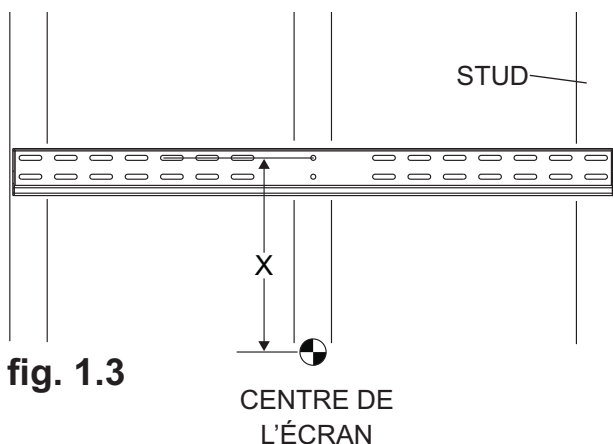

fig. 1.3
1 La plaque murale (A) peut être montée sur trois montants espacés de 406mm (16 po). Utilisez un localisateur de montants pour repérer les bords des montants. L'usage d'un localisateur bord à bord est fortement conseillé. En fonction de leurs bords, tracez une ligne verticale le long des centres des montants. Utilisez la plaque murale comme gabarit et placez-la sur le mur. Les fentes de montage supérieures doivent se trouver au-dessus du centre souhaité de l'écran, comme illustré à la figure 1.3. Remarque : l'inclinaison de l'écran détermine l'emplacement de la plaque murale. Mettez la plaque de niveau et marquez le centre des six trous de montage. Assurez-vous que les trous de montage se trouvent sur les axes des montants. Percez six trous de 0,4 cm (5/32 po) de diamètre et de 64mm (2,5 po) de profondeur. Assurez-vous que la plaque murale est de niveau, fixez-la à l'aide de six vis à bois n° 14 x 2,5 po (C), comme illustré à la figure 1.4.
1 Assurez-vous que la plaque murale (A) est de niveau, utilisez-la comme gabarit pour marquer les deux trous de montage. Le trou de montage supérieur doit se trouver au-dessus du centre souhaité de l'écran, comme illustré figure 1.1, page 25 ou figure 1.3 page 26. L'inclinaison de l'écran détermine l'emplacement de la plaque murale. Percez deux trous de 8mm (5/16 po) de diamètre à une profondeur minimum de 64mm (2,5 po). Insérez les ancrages (D) dans les trous au ras du mur, comme illustré (à droite). Placez la plaque murale sur les ancrages et fixez avec des vis n° 14 x 2,5 po (C). Mettez-le de niveau, puis serrez toutes les fixations.